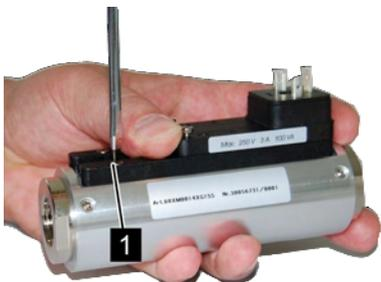

Abb. 60: Führungsleiste lösen
4. ➔ Eine der beiden Schrauben (Abb. 60/1) der Führungsleisten lösen
9. ▶ Führungsleiste (Abb. 60/1) festschrauben